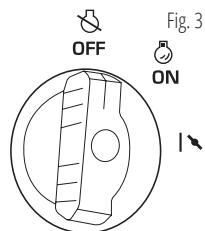

Fig. 3
3. Tournez l'interrupteur du moteur multifonctionnel sur la position « OFF » (Fig. 3).